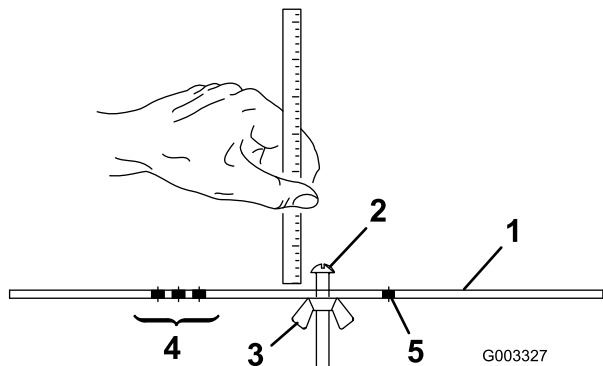

Figura 20
2. Desaperte a porca da barra indicadora (Figura 20) e regule o parafuso de ajuste para a altura de corte desejada. A distância entre a parte inferior da cabeça do parafuso e a face da barra indicadora é a altura de corte.